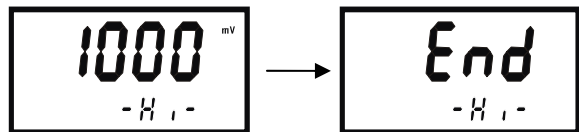

图 7-13
2、按 **UP** 键或 **DOWN** 键将数值调至控制所需的数值，然后按 **OK** 键确认，仪表显示高点控制调节结束。显示如图 7-13 所示：